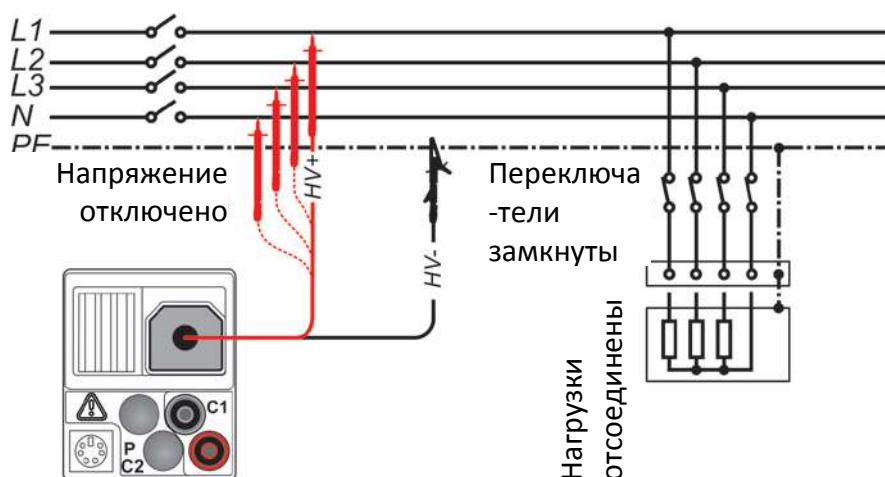

Рисунок 5.7: Подключение 2.5 кВ тестового кабеля) ($U_N = 2.5$ кВ)
- Рисунок 5.7: Подключение 2.5 кВ тестового кабеля) ($U_N = 2.5$ кВ)
- *Рисунок 5.7: Подключение 2.5 кВ тестового кабеля) (UN = 2.5 кВ)*